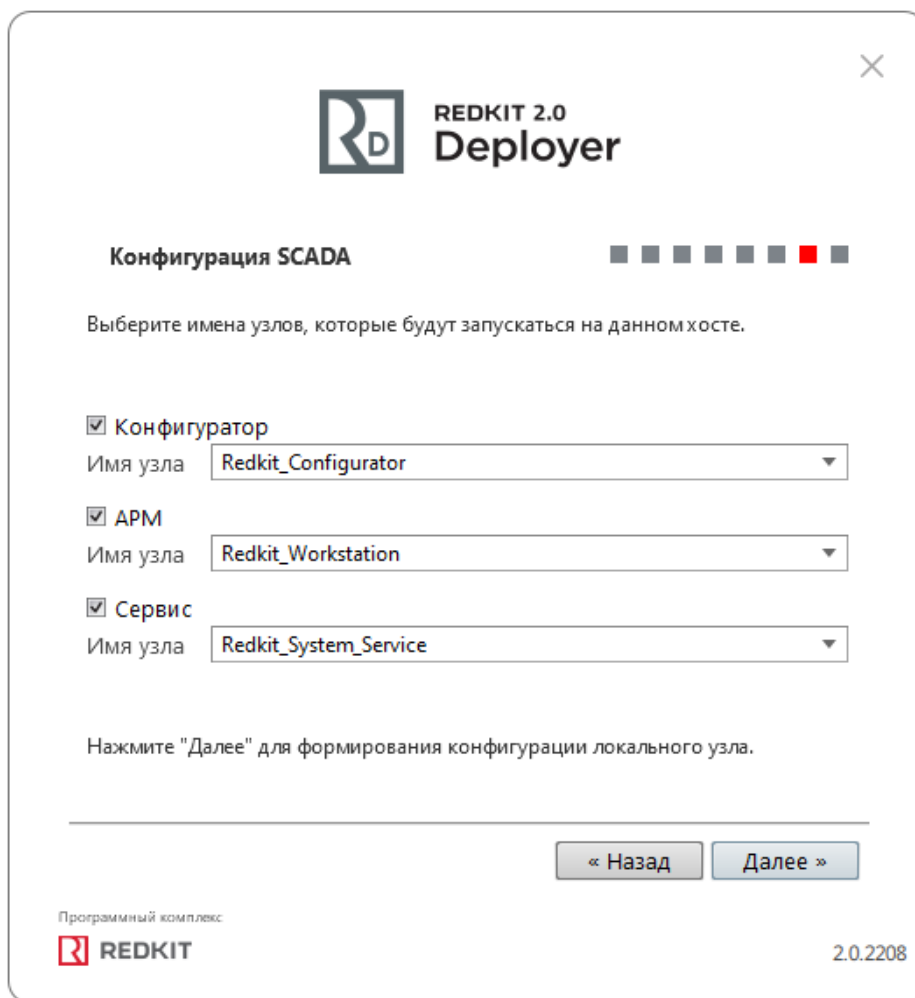

Рисунок 110 - Узлы
15. Оставьте имена узлов по умолчанию и нажмите **Далее** (Рисунок 110).